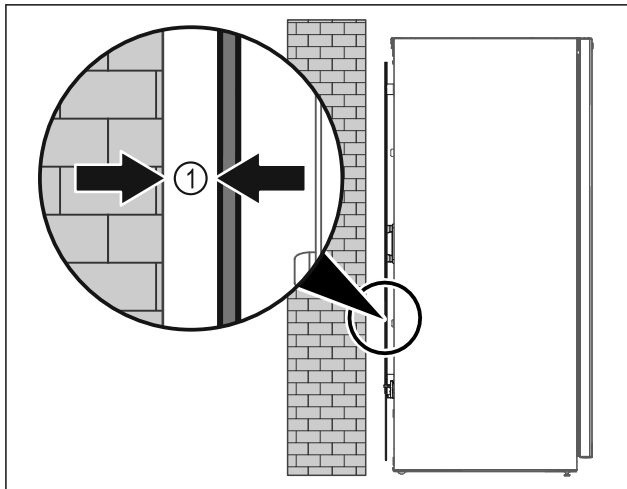

Fig. 51
- Placer l'appareil soit librement dans la pièce, soit directement contre un mur en respectant une distance minimale de 5 mm Fig. 51 (1).